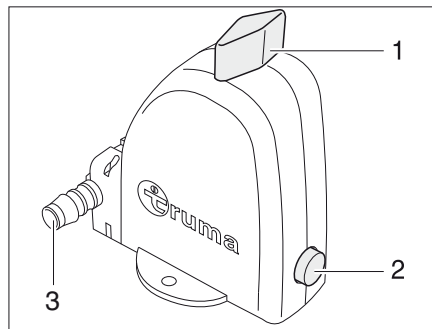

Bild 321 Varmvattenberedarens säkerhets-/avtappningsventil - Driftsläge
Varmvattenberedaren är utrustad med en säkerhets-/avtappningsventil (Bild 321). Säkerhets-/avtappningsventilen gör så att vattnet i varmvattenberedaren inte kallnar när det är frost och värmen inte är påslagen.
- ▷ Säkerhets-/avtappningsventilens tömningsrör (Bild 321,3) måste alltid vara fritt från smuts (t.ex. löv, is).
- Vrid vredet (Bild 321,1) 90° längs mot säkerhets-/avtappningsventilen. Tryckknappen (Bild 321,2) hoppar ut. Varmvattenberedaren töms utåt via tömningsröret (Bild 321,3) på säkerhets-/avtappningsventilen.
- Vrid vredet (Bild 321,1) 90° diagonalt mot säkerhets-/avtappningsventilen.
- Tryck in tryckknappen (Bild 321,2).